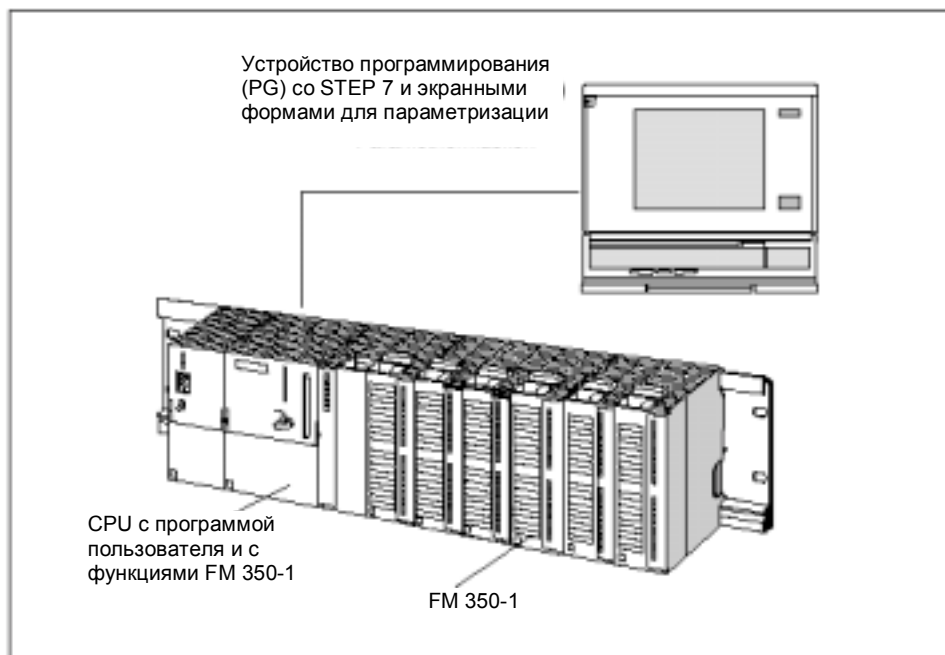

Рис. 1-3. Конфигурация SIMATIC S7-300 с FM 350-1
Программное обеспечение для CPU состоит из функции (FC) CNT_CTRL, вызываемой в пользовательской программе CPU. Эта FC делает возможным обмен данными между CPU и FM 350-1. Кроме того, имеется также функция DIAG_INF для FM 350-1, с помощью которой можно передавать диагностическую информацию в DB функции CNT_CTRL. На рис. 1-3 показана конфигурация S7-300 с FM 350-1 и несколькими сигнальными модулями.